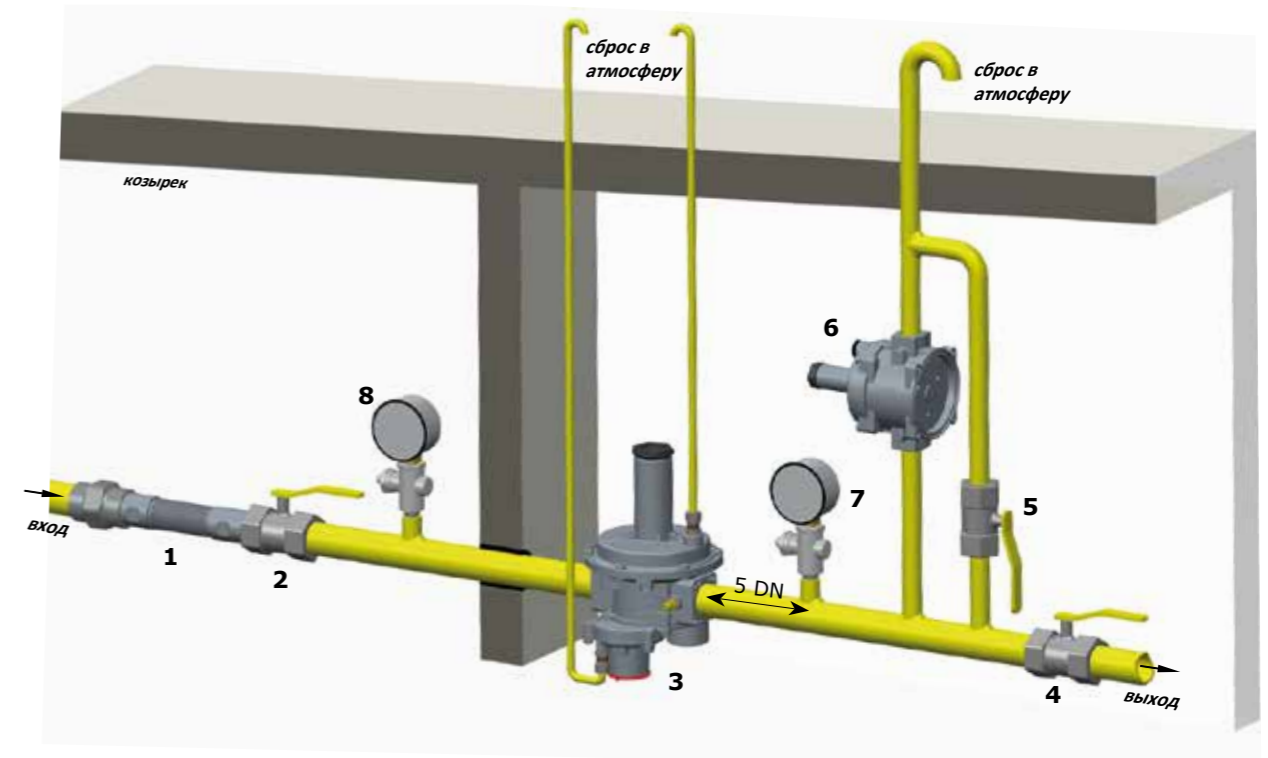

Рис. 4
- Для регуляторов DN65-DN100 необходимо подключить импульсную линию к ПЗК с разъемом G 1/4" (см. Схемы монтажа). Для этого нужно вывернуть заглушку (32) (см. рис. 4);
В любом случае, необходимо принять все меры предосторожности и не допустить, чтобы регулятор являлся источником зон 0: например, периодическая ежегодная проверка регулярной работы, возможность изменения степени выброса источника или путем направления его наружу. Для этого достаточно снять пылезащитный колпачок с воронки ПЗК, подсоединить трубку к разъему G 1/8" (или G 1/4") и вывести наружу (см. Пример монтажа Рис. 4)